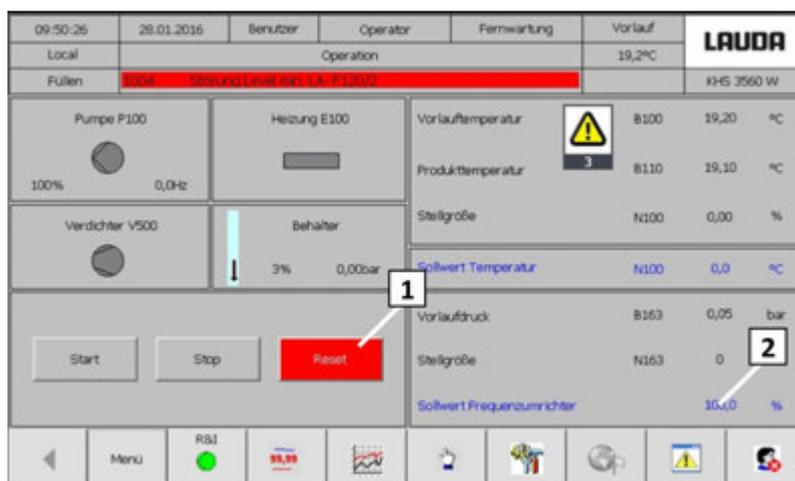

Fig. 31: Écran fonctionnement
16. Acquitter les défauts accumulés avec le [bouton de réinitialisation]. (Voir la Fig. 31 [1])
17. Toucher la consigne/le convertisseur de fréquence. (Voir la Fig. 31 [2])